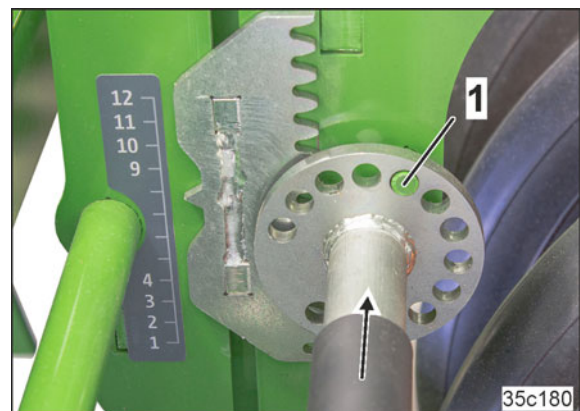

Рис. 127
4. По окончании регулировки стопорное зацепление должно полностью зафиксироваться (Рис. 127/1).